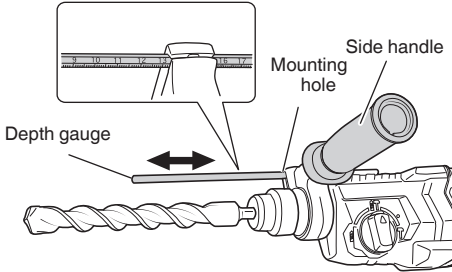

Fig. 14
7. Using depth gauge (**Fig. 14**)